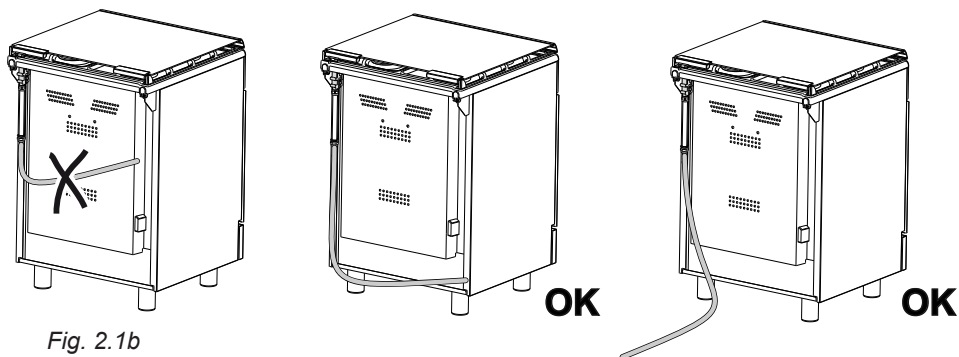

Fig. 2.1b
- Il tubo non deve attraversare la lamiera posteriore della cucine (fig. 2.1b). Eventualmente, se fosse necessario, far passare il tubo in vicinanza della parte inferiore dell'apparecchio.